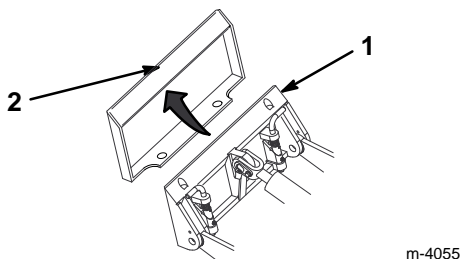

Abbildung 2
4. Die Montageplatte im oberen Rand der Aufnahmeplatte am Grabenzieher positionieren (Abb. 2).